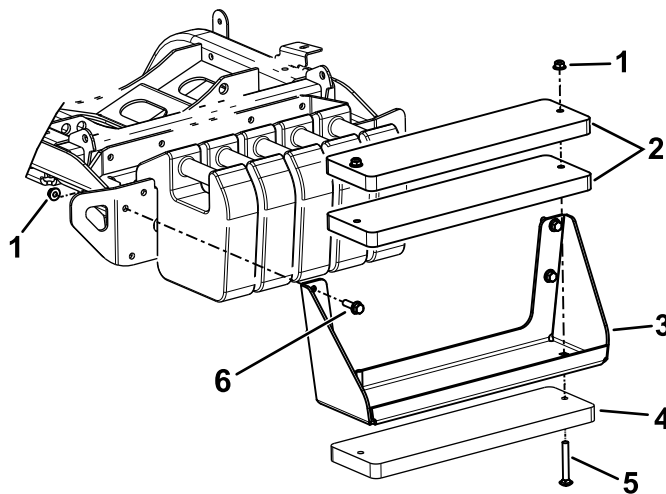

Рисунок 22
**Примечание:** Для выполнения этих действий см. Рисунок 22.
- А. Используйте болты ( $\frac{3}{8}$  x 4 дюйма) и гайки ( $\frac{3}{8}$  дюйма) для крепления 3 грузов к кронштейну (Рисунок 22).
- В. Используйте болты с шестигранной головкой и гайки (входящие в комплект) для крепления кронштейна груза к машине (Рисунок 22).
- А. Снимите кронштейн груза с машины (Рисунок 22).
- С. Используйте болты ( $\frac{3}{8}$  x 4 дюйма) и гайки ( $\frac{3}{8}$  дюйма) для крепления 3 грузов к кронштейну (Рисунок 22).
- Д. Используйте ранее снятые крепежные детали для крепления кронштейна груза к машине (Рисунок 22).